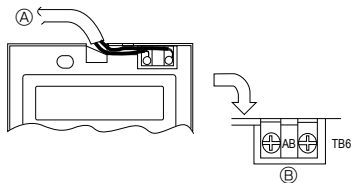

Fig. 6-4
2) Anschlussverfahren (Fig. 6-4)
① Das Fernbedienungskabel am Klemmenblock anschließen.